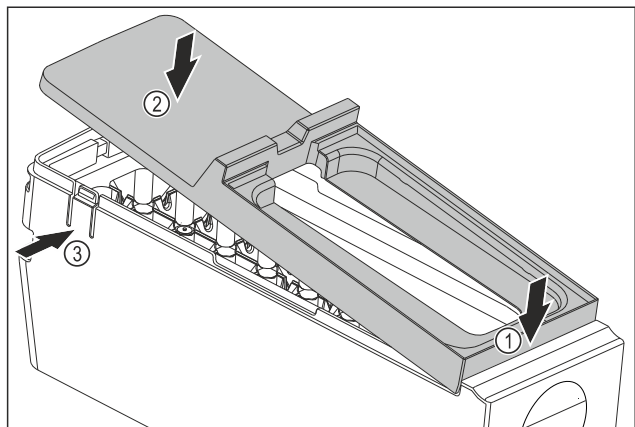

Fig. 81
- ▶ Montera skyddet på EasyTwist-Ice-enheten: Sätt in skyddet framtill. Fig. 81 (1)
- ▶ Sänk ned skyddet baktill. Fig. 81 (2)
- ▷ Skyddet hakar hörbart i båda skenorna Fig. 81 (3).